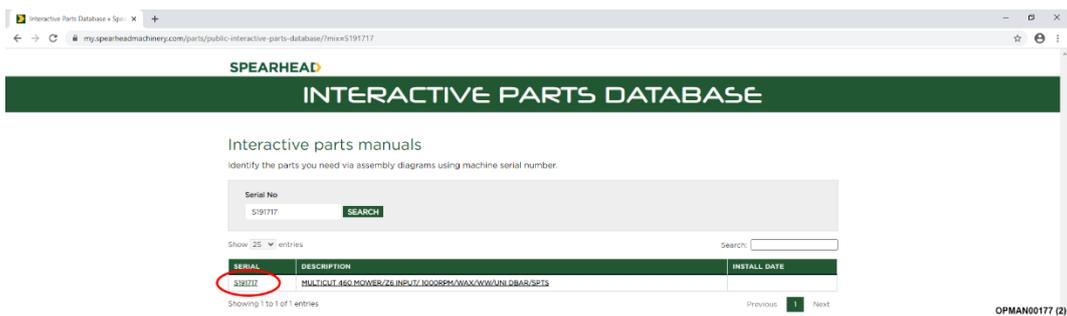

Abbildung 7.2 – Klicken Sie auf die Seriennummer
7.1.1.2 Nach Eingabe der Seriennummer werden die Spezifikation für die Maschine eingeblendet. Klicken Sie auf die Seriennummer, siehe Abbildung 7.2.